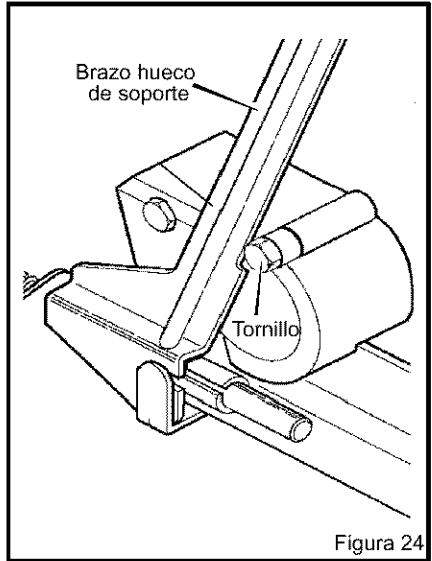

Figura 24
4. Cuando la palanca del embrague esté en la posición NEUTRO, el **brazo hueco de soporte** debe quedar junto al **tornillo** como se muestra en la Figura 24.